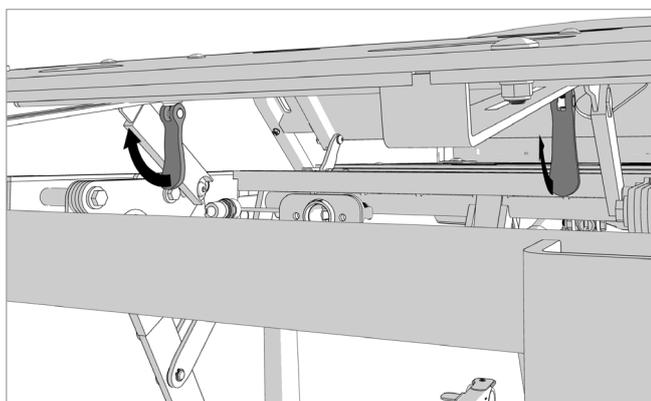
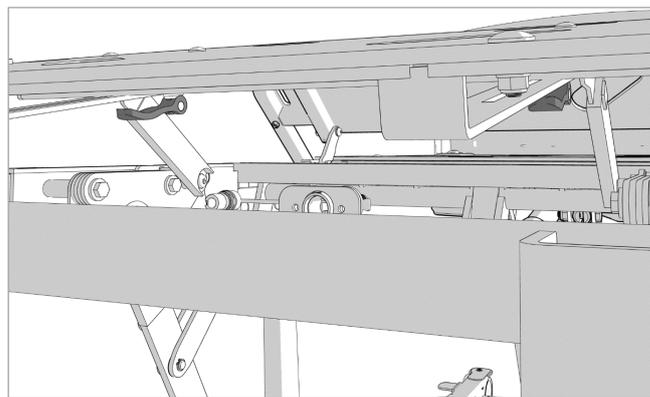

Figure 11.13
Figure 11.14
6. Tournez les leviers de verrouillage du cadre du repose-jambes vers le haut pour verrouiller la plate-forme du matelas du repose-jambes dans la position souhaitée, comme indiqué dans la Figure 11.13 et Figure 11.14.